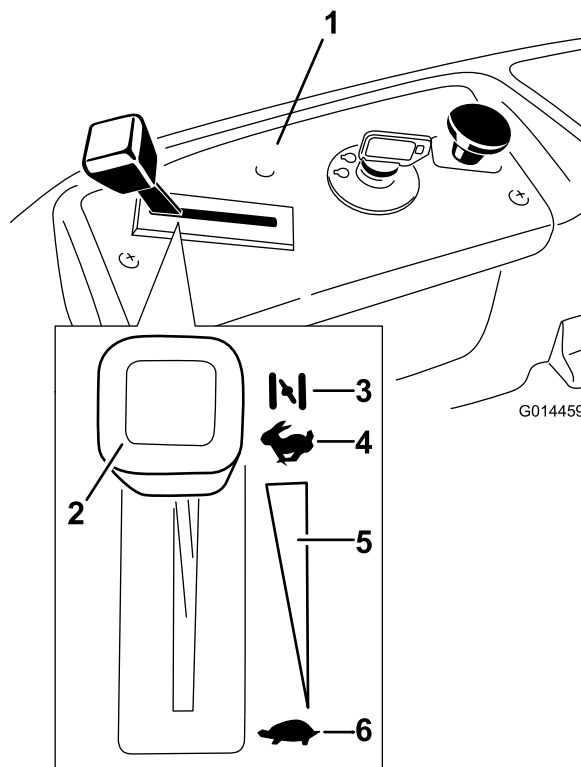

Figura 12
3. Prima di avviare il motore a freddo spostate la leva dell'acceleratore in posizione Starter (Figura 12).
- Quando il motore è acceso, muovete la leva dell'acceleratore in posizione Fast (Figura 12). Se il motore stalla o esita, riportate la leva dell'acceleratore in posizione Starter per qualche secondo. All'occorrenza, ripetete il procedimento.
3. Girate la chiave di accensione in posizione Off (Figura 12) e toglietela.